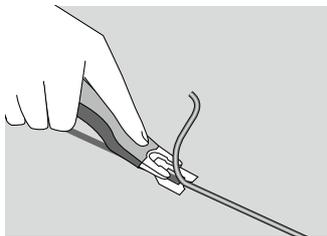

Fig. 1 - Guide d'arasage sous la lame
**Premier temps :** Pré-araser en plaçant le guide d'arasement sous la lame du couteau MOZART (fig. 1)